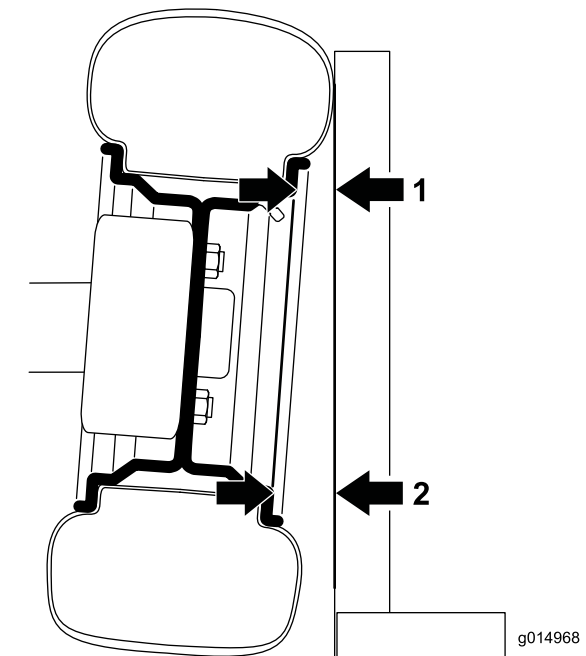

Figura 37
1. Para comprobar la caída, coloque una escuadra de 90 grados en el suelo con el borde vertical contra la cara del neumático (Figura 37).
2. Mida desde la misma zona de la llanta en la parte superior e inferior del neumático hasta la escuadra (Figura 37). La distancia inferior debe ser de 2,3 mm más que la distancia superior. Realice la medición en ambos neumáticos delanteros antes de realizar cualquier ajuste.